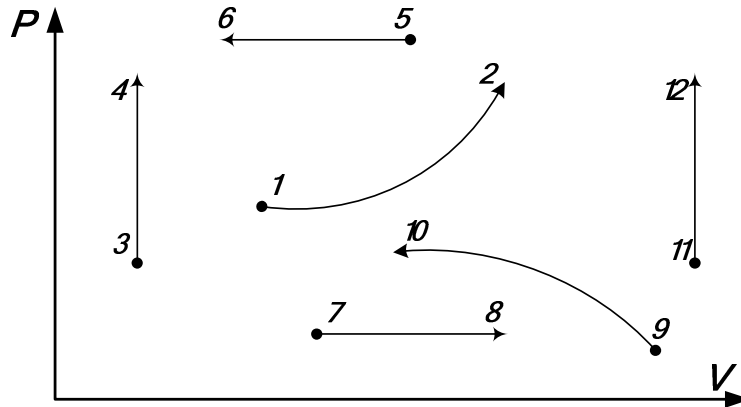

Рис. 1
4. На рис. 1 укажите процессы, в которых работа: